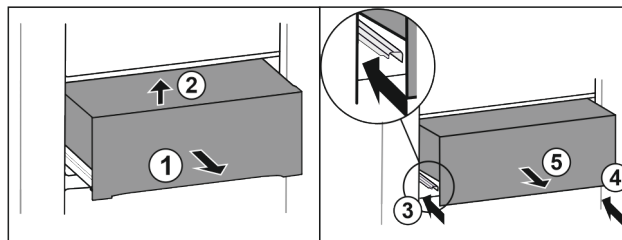

Fig. 35*
- ▶ Vytiahnite zásuvku do polovice Fig. 35 (1).*
- ▶ Nadvihnite ju dopredu Fig. 35 (2).*
- ▶ Zasuňte ľavú koľajničku Fig. 35 (3).*
- ▶ Zasuňte pravú koľajničku Fig. 35 (4).*
- ▶ Odoberte zásuvku dopredu Fig. 35 (5).*